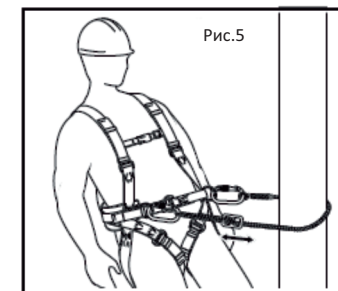

Рис.5
- Присоедините карабин ко второму элементу крепления для рабочего позиционирования. Отрегулируйте длину стропа с помощью регулировочной скобы (если строп регулируемый). Натяжение стропа должно обеспечивать стабильное рабочее положение ограничивая свободное падение рабочего (рис. 5).